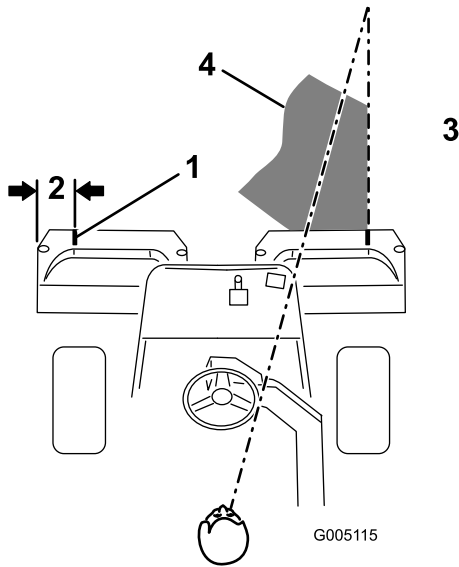
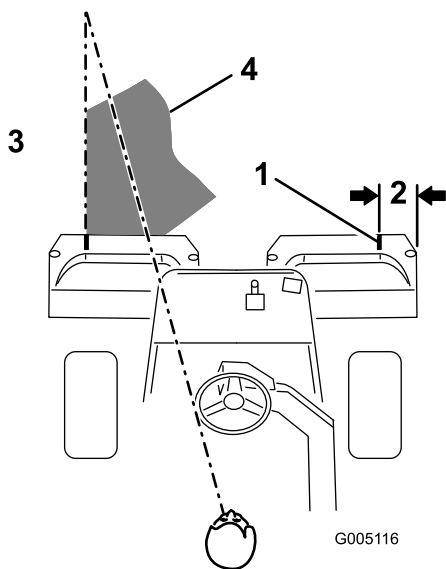

Figura 29
Figura 30
- Coloque un trozo de cinta blanca o pinte una raya en cada recogedor, paralelo al borde exterior de cada uno (Figura 29).
**Nota:** Para ayudar a mantener una línea recta a través del green y mantener la máquina a la misma distancia de la pasada anterior, establezca una línea imaginaria aproximadamente de 1,8 a 3 m por delante de la máquina hasta el extremo de la parte no segada del green (Figura 29 y Figura 30). Puede ser útil incluir el borde exterior del volante como parte de la línea imaginaria, es decir, mantener el borde del volante alineado con un punto que se mantiene siempre a la misma distancia de la parte delantera de la máquina.